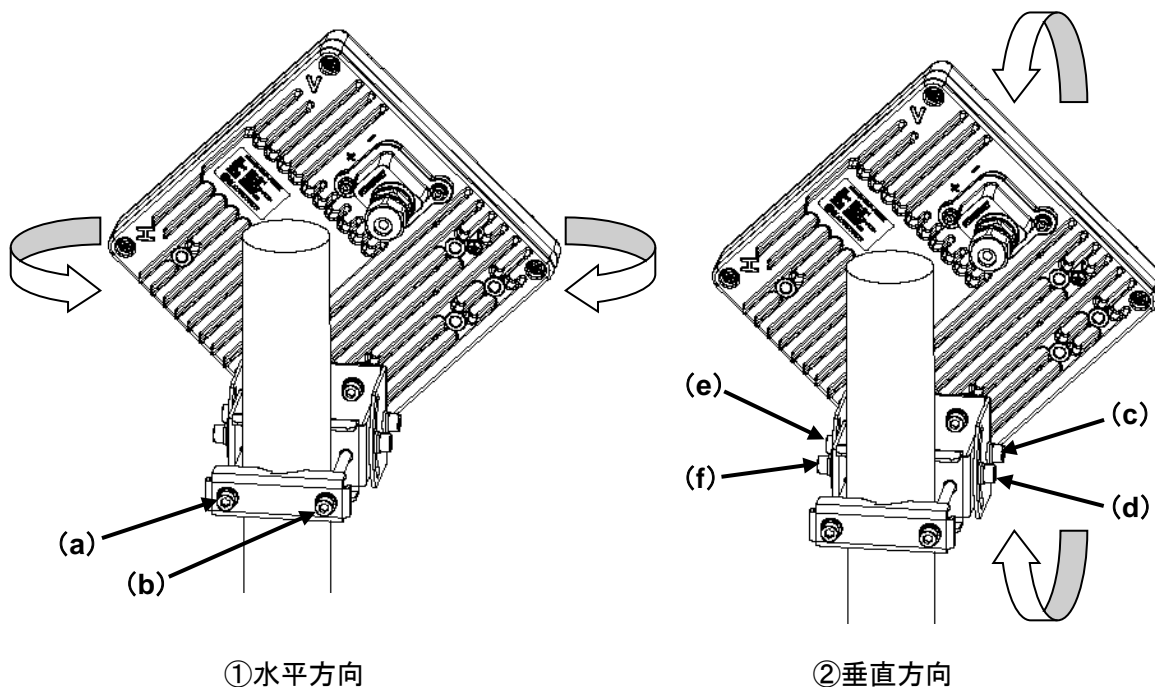

図 4-28 疎調整
マスタ側で図 4-28①のように、取付金具の 6 角穴付ボルト（以下ボルト）(a)、(b) を金具が滑り落ちないように適度に緩めます。ボルト(a)、(b) を緩めた状態でアンテナを水平方向に振り、対向する装置の方向におおよそ合わせ、その方向でボルト(a)、(b) を仮止めします。
仮止めの状態で、図 4-28②のようにボルト(c)、(d)、(e)、(f) を緩め、アンテナを垂直方向に振り、対向する装置の方向におおよそ合わせ、ボルト(c)、(d)、(e)、(f) を仮止めします。